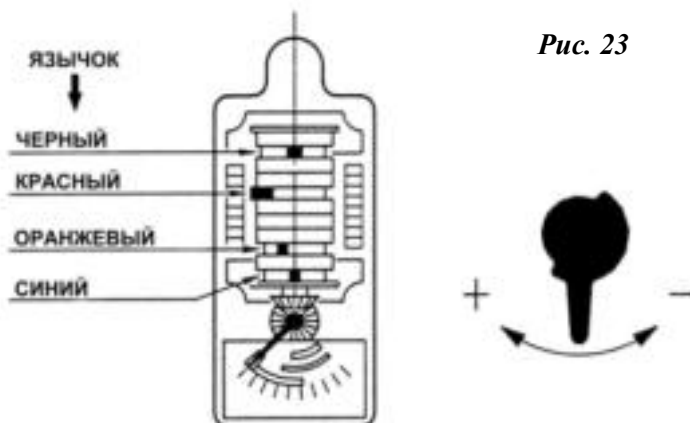
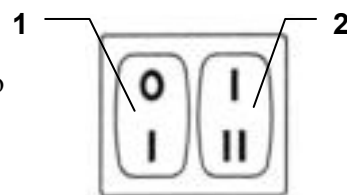

Рис. 23
Рис. 24
- выключатель 1 (рис. 24) в положение «Включено»;
- выключатель 2 (рис. 24) в положение «1 ступень».
В предшествующем описании мы оставили зажженную горелку, работающую на 1-й ступени. Теперь следует передвинуть переключатель 2 (рис. 24) в положение «2 ступень». При этом серводвигатель одновременно откроет воздушную заслонку и дроссельный клапан на  $90^\circ$ .
Передвиньте переключатель 2 (рис. 24) в положение «1 ступень». При этом серводвигатель 1 (рис. 25) закроет воздушную заслонку и дроссельный клапан до угла 15°, соответствующего заводской регулировке.
- Если нужно уменьшить расход, небольшими перемещениями уменьшайте угол поворота оранжевого кулачка (рис. 23) — поверните его с 15° на 13°, затем 11° и т.д.
- Если нужно увеличить расход, переключите горелку на 2-ю ступень переключателем 2 (рис. 24) и увеличьте немного угол поворота оранжевого кулачка (рис. 23) — поверните его с 15° на 17°, 19° и т.д. После этого вернитесь на 1-ю ступень и снова измерьте расход газа.
Выключите горелку выключателем 1 (рис. 24), и вращением винтов в средней зоне кулачка добейтесь плавного изменения его наклона. Не меняйте положение крайних винтов, чтобы не сбить уже произведенную регулировку 1-й и 2-й ступени.